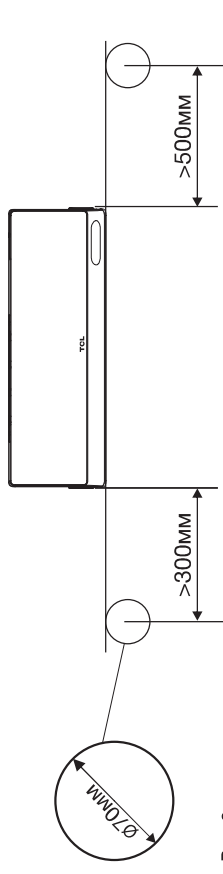

Рис. 2
**Вариант 2:** Место выхода трубки подачи воздуха на улицу располагается СЛЕВА от внутреннего блока, воздуховод проходит через стену вместе с остальными коммуникациями: трубопроводами хладагента, дренажной трубкой и соединительными кабелями. Проход стены осуществляется через гильзу-адаптер, входящую в комплект поставки (см. рис. 2, отверстие слева), диаметр необходимого отверстия 70 мм.
**Вариант 3:** Место выхода трубки подачи воздуха на улицу располагается СПРАВА от внутреннего блока, воздуховод проходит через стену вместе с остальными коммуникациями: трубопроводами хладагента, дренажной трубкой и соединительными кабелями. Проход стены осуществляется через гильзу-адаптер, входящую в комплект поставки (см. рис. 2, отверстие справа), диаметр необходимого отверстия 70 мм.